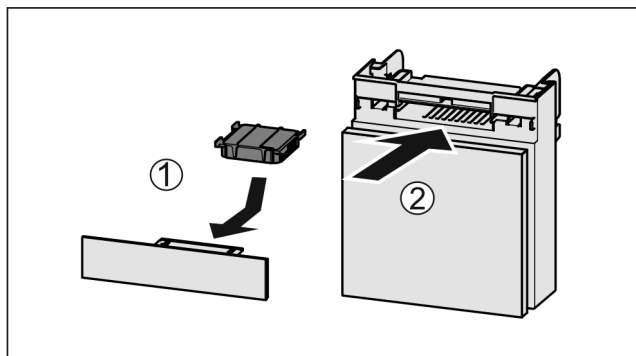

Fig. 60
- ▶ Introduzca el compartimiento Fig. 60 (2).